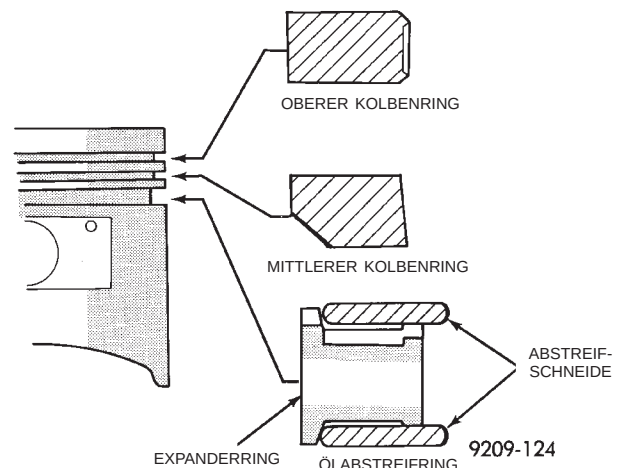

Abb. 80 Kolbenring — Einbau
(1) Der obere und der mittlere Kolbenring haben einen unterschiedlichen Querschnitt. Der mittlere Kolbenring muß so eingebaut werden, daß die Herstellermarkierung (Punkt) nach oben in Richtung Kolbenboden weist (Abb. 80).